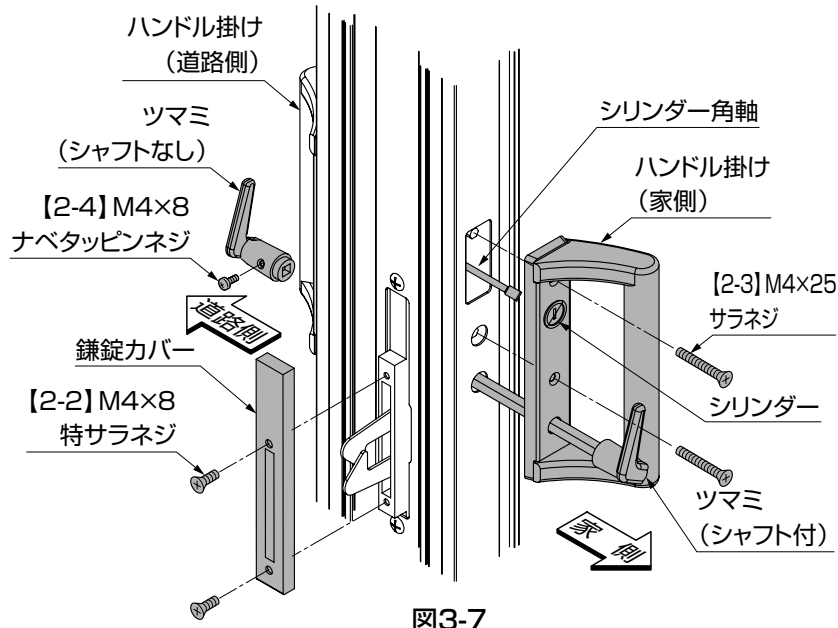

図3-7
- ① ハンドル掛け側（道路側）のシャフトを伸縮門扉本体の道路側より挿入してください。
- ② シリンダー角軸をハンドル掛け側（道路側）のシリンダーへ挿入してください。
- ③ ハンドル掛け側（家側）をシリンダー角軸に挿入して【2-3】で固定してください。（図3-7参照）
- ④ ツマミ（シャフト付）を挿入してください。（図3-7参照）
- ⑤ ツマミ（シャフトなし）を挿入して、【2-4】でツマミがハンドル台座に密着するように、しっかり固定してください。（図3-7参照）
- ツマミの向きは必ず図3-7の向きで取付けてください。